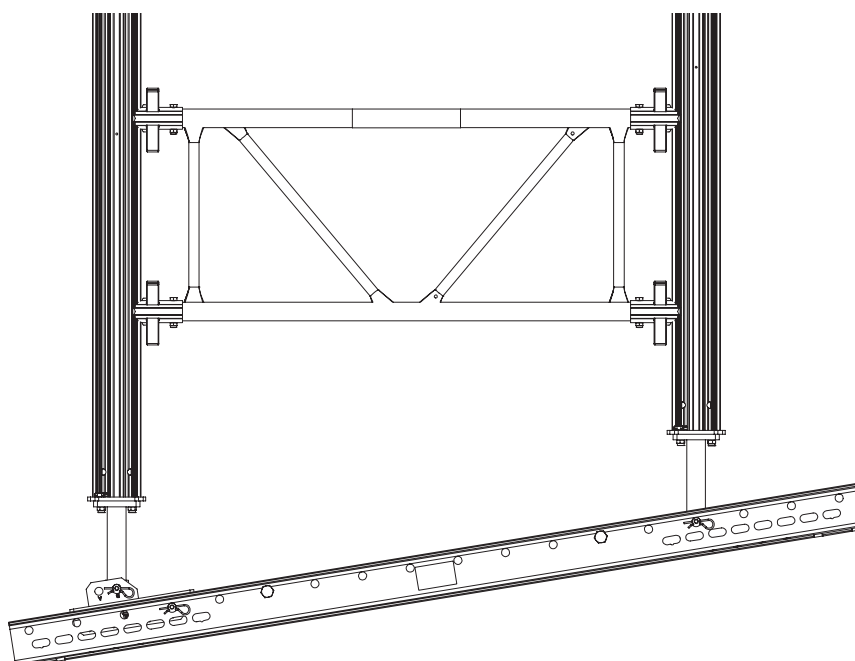

Fig. A2.13
- L'adattatore MP/SRU (9) è utilizzabile anche per l'allestimento di impalcature a torre su piani inclinati. (Fig. A2.13)
- Di norma l'adattatore MP/SRU (9) può essere imbullonato direttamente sulla trave di orditura primaria SRU.
- L'attacco per adattatore MP/SRU (17) funge da elemento di compensazione tra l'adattatore MP/SRU (9) e le travi di orditura primaria inclinate, indipendentemente dallo schema puntelli.
- Fissando l'adattatore MP/SRU (9) nei fori "A" o "B" e l'attacco per adattatore MP/SRU (17) nei fori 1, 2, 3 o 4 della trave di orditura primaria, è possibile ottenere qualsiasi inclinazione e dimensione di telaio.